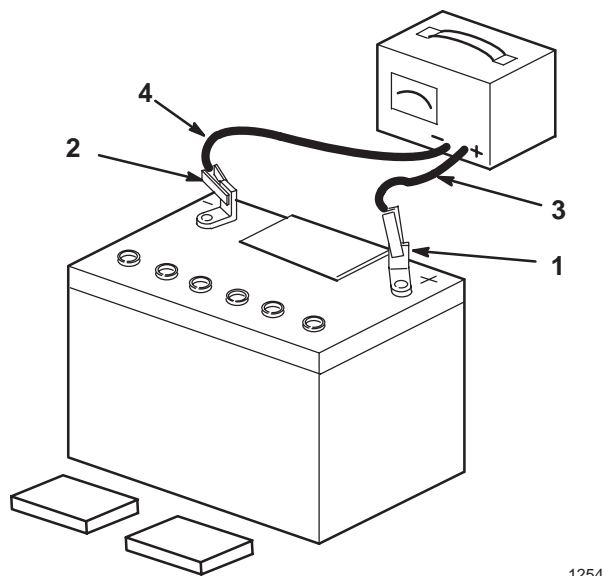

Figure 6
3. Sans remettre les couvercles des éléments, raccordez un chargeur de 3 à 4 A aux bornes de la batterie (Fig 6). Chargez la batterie au régime de 4 A ou moins durant 4 heures (12 V).
4. Quand la batterie est chargée au maximum, débranchez le chargeur de la prise, puis débranchez les fils du chargeur des bornes négative et positive de la batterie (Fig. 6).